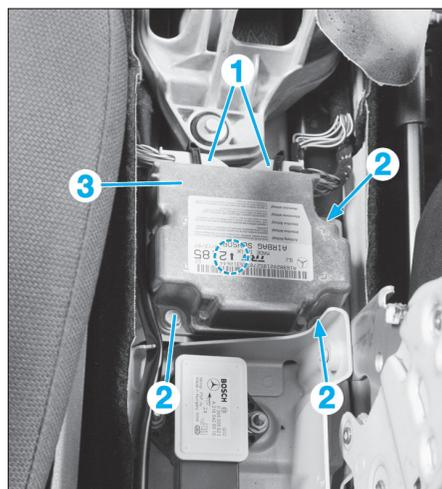

FIG. 10
- Déverrouiller puis débrancher les connecteurs électriques (1) (**Fig.10**).